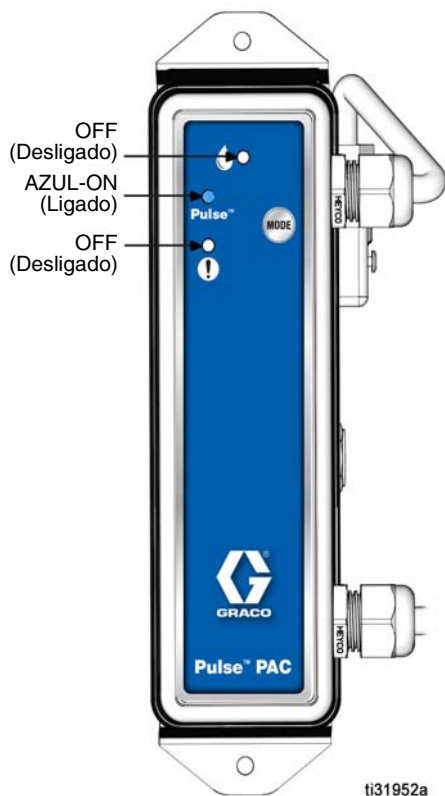
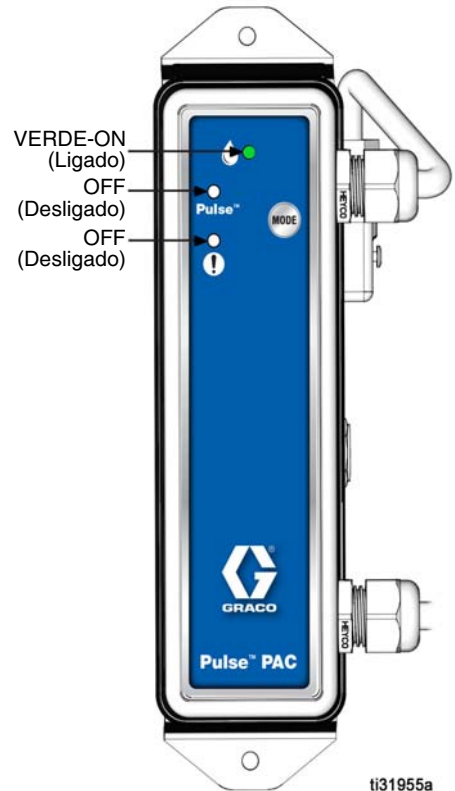
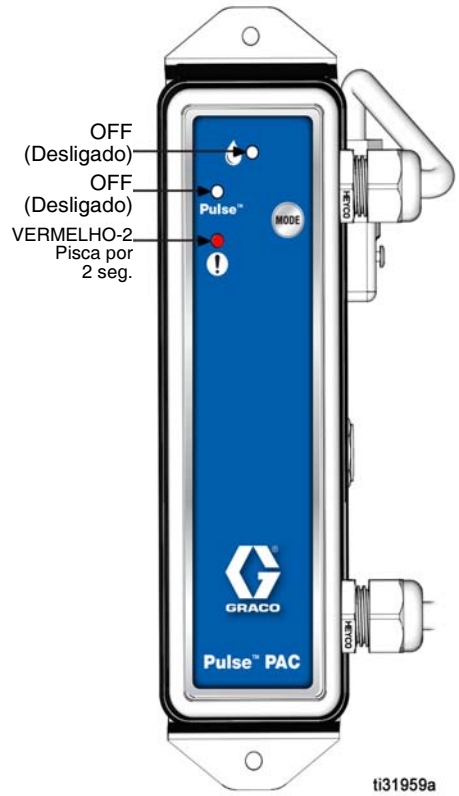

FIG. 16
FIG. 19
FIG. 23
OBSERVAÇÃO: Consulte **Modo Pulse, Sem Erros** (FIG. 16, página 12) e **Modo Trabalhar Off-line, Sem Erros**, FIG. 19, página 13).
- No modo Pulse (preferível) (FIG. 16), a bomba só entrará em funcionamento se receber autorização do software Pulse.
- O modo Trabalhar Off-line (FIG. 19) aciona a alimentação de ar para a bomba, a fim de que esta seja energizada sem necessidade de autorização do software Pulse.
Os LEDs no PAC acendem e/ou piscam para relatar códigos de status ou de erros. Consulte a FIG. 16 à FIG. 23 para determinar o status do PAC.